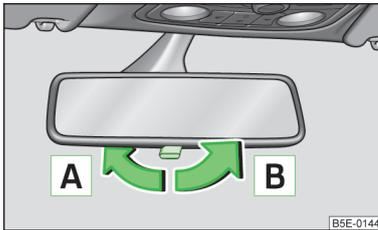

Abb. 41
- Den Hebel an der Spiegelunterkante in Richtung Frontscheibe einstellen (der Spiegel blendet ab) » Abb. 41.